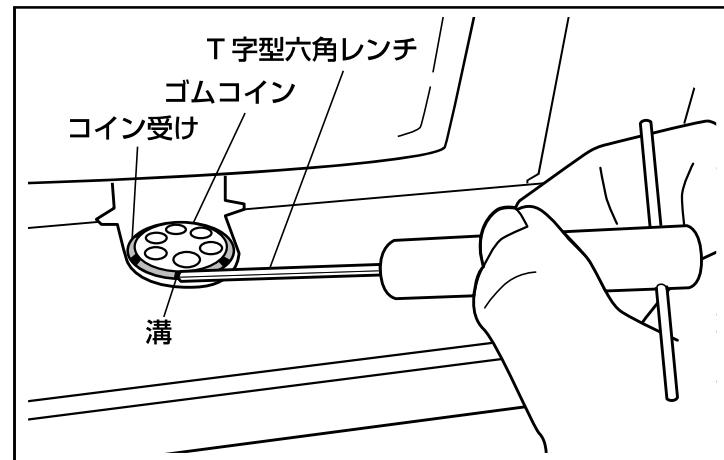

図36
2.付属のT字型六角レンチをコイン受けの溝に当てて、コイン受けを回転させてください。溝1個分を移動させて、定位置で止めてください。位置替えが1周したら、ゴムコインの交換時期です。図36 参照